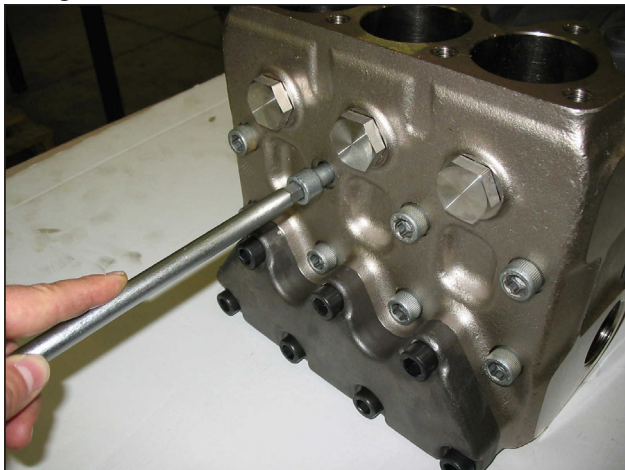

Fig. 25
- A) Svitare le viti fissaggio testata M12x220 come indicato in Fig. 25.